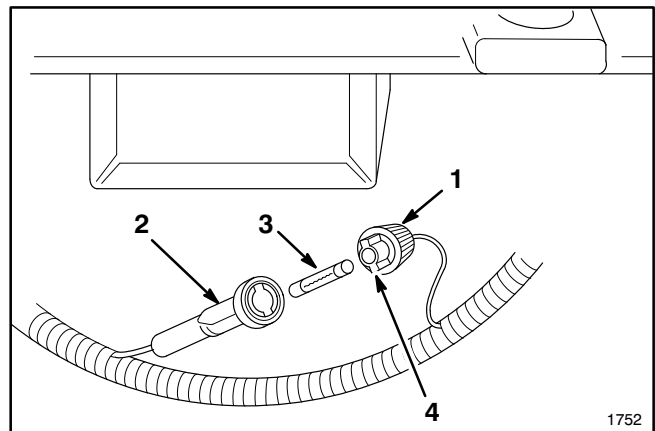

Figure 29
1. Presser les deux sections du porte fusible l'une contre l'autre. Tourner le capuchon pour ouvrir le porte-fusible (Fig. 29).